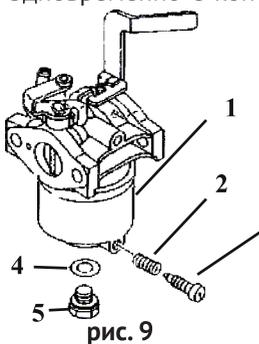

рис. 9
7.7.3 Слейте топливо из поплавковой камеры карбюратора, вывинтив пробку **3** (рис. 9) После слива **3** установите пробку на место и затяните.
7.7.4 В модификациях в которых отсутствует винт слива, бензин сливать вывинтив болт **5** (рис. 9) крепления поплавковой камеры **1** (рис. 9), придерживая камеру.